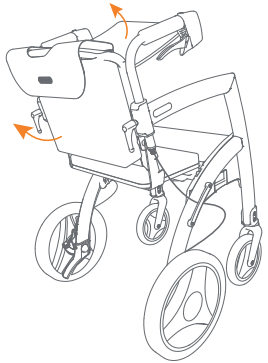
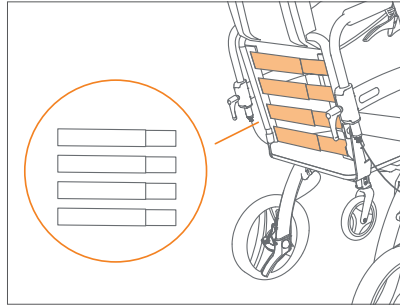

Figura 43: Liberación de las correas de ajuste.
Figura 44: Cuatro correas de ajuste ajustables.
- Tire de la cinta de velcro de la parte trasera del paquete de la silla de ruedas Rollz tirando de la bolsa del paquete de la silla de ruedas hacia arriba desde la parte inferior. También tire de la cubierta trasera hacia arriba desde abajo (**Figura 43**). Ahora las correas de ajuste son claramente visibles (**Figura 44**).